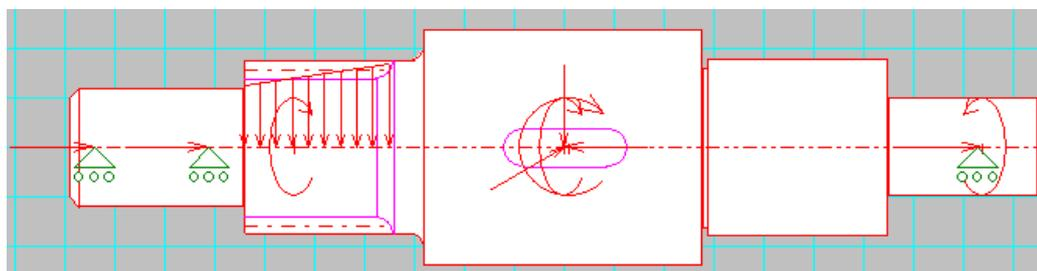

Рисунок 2.40
**Задание 20.** Задайте три крутящих момента (400 Н·м) по образцу (рисунок 2.40)